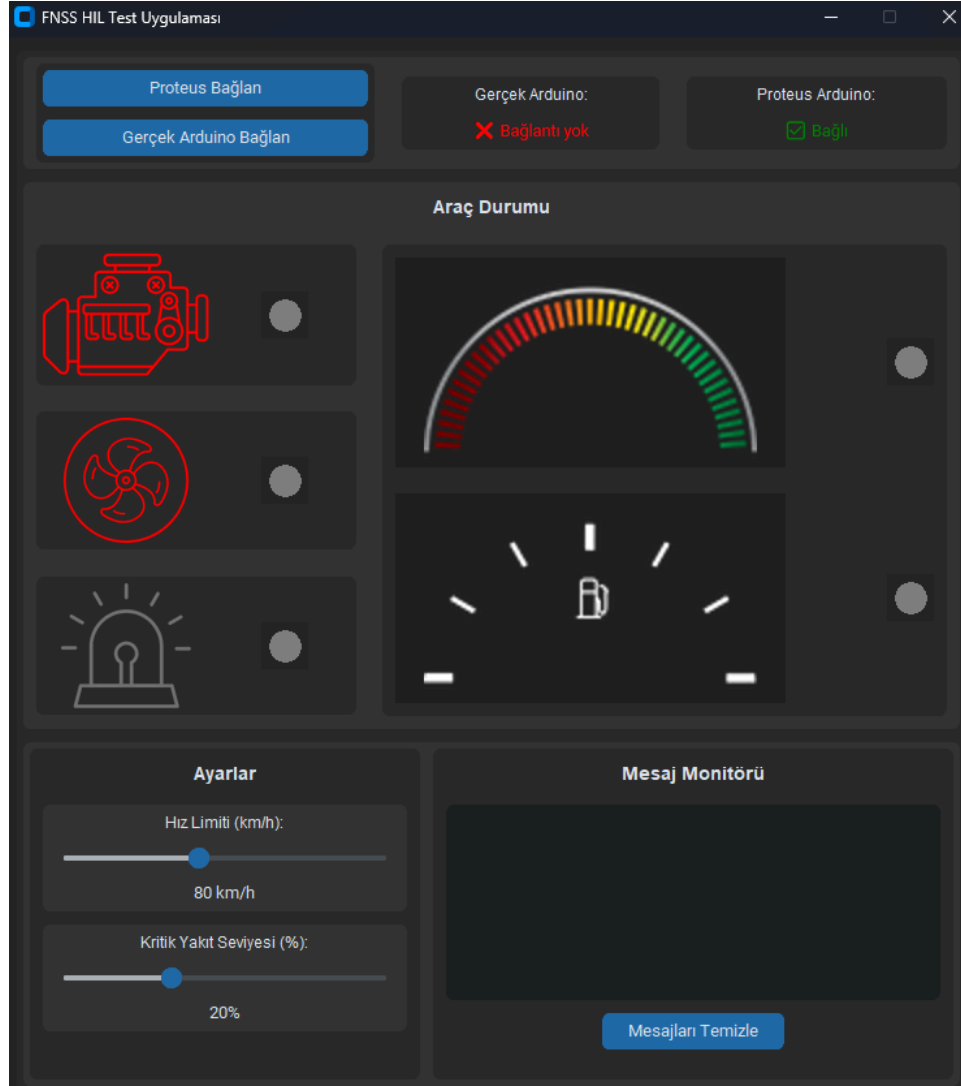

Fig.2 - Python GUI Uygulaması
3.2 Grafik Kullanıcı Arayüzü (GUI) (Fig.2)